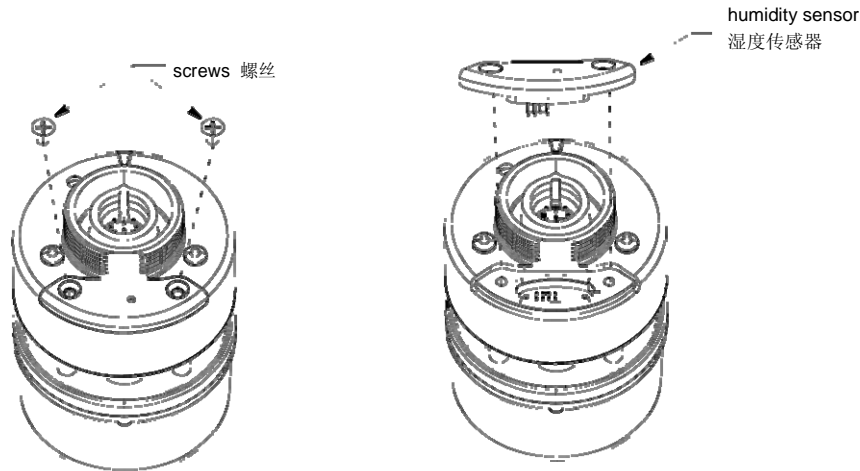

Figure 11. Replacing the humidity sensor
1. Remove the two screws from the humidity sensor or blank (see Figure 11).
拆除湿度传感器的两颗螺丝或没有（见附图11）。
附图11. 更换湿度传感器